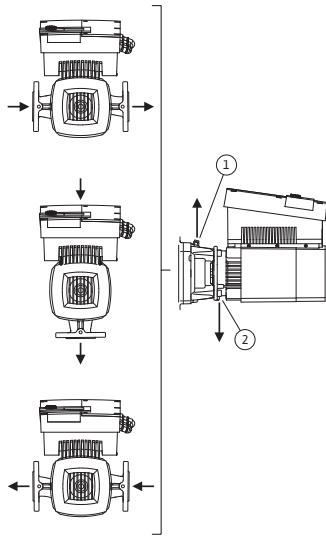

Fig.23: Sallitut asennusasennot, vaakasuora moottoriakseli
Sallitut asennusasennot vaakasuoralla moottoriakselilla ja elektronikkamoduuli ylöspäin (0°) on esitetty Fig:ssä 23. Esitettyinä ei ole sallittuja asennusasentoja sivuttain asennetulla elektronikkamoduulilla (+/-90°). Kaikki muut asennusasennot paitsi ”elektronikkamoduuli alaspäin” (-180°) ovat sallittuja. Pumpun ilmaus on varmaa vain silloin, kun ilmanpoistoventtiili osoittaa ylöspäin (Fig. 23, kohta 1). Vain tässä asennossa (0°) voidaan syntyvä kondenssivesi johtaa tehokkaasti pois aukon kautta (Fig. 23, kohta 2).
- Kun moottorin akseli on vaakasuorassa, kondenssivesiaukon pitää olla alaspäin (Fig. 23, kohta 2). Tarpeen vaatiessa moottoria pitää kiertää.